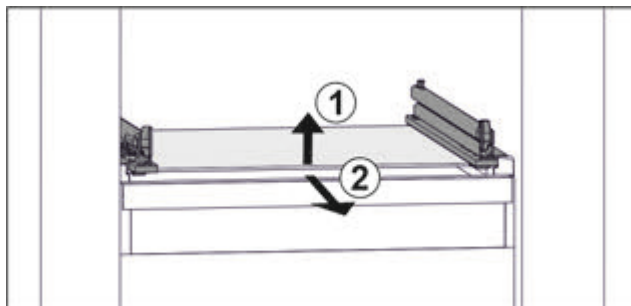

Fig. 98 Приблизне відображення скляної пластини
- ▶ Підняти скляну пластину спереду Fig. 98 (1)
- ▶ Вийняти скляну пластину рухом вперед Fig. 98 (2)